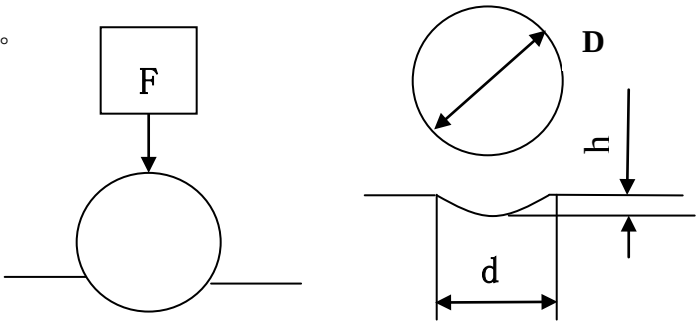

图 1
- 1.4 布氏硬度试验是用一定直径的球压头，以规定试验力压入被测试件的表面（图 1），经规定的保持时间后，卸除试验力，计算压痕的球形表面积所承受的平均压力（N / mm²），即布氏硬度值。